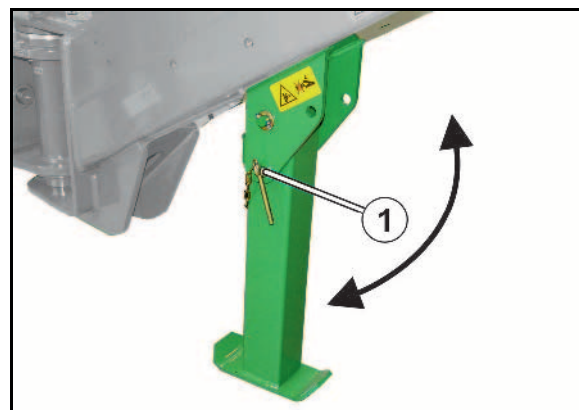

Рис. 53
- устройство переключения техколей закрывает в распределительной головке посредством заслонки (Рис. 53/1) подвод посевного материала к семяпроводам (Рис. 53/2) сошников техколей;
Подача посевного материала к сошникам техколей прерывается, как только электромотор (Рис. 53/3) закрывает соответствующие семяпроводы (Рис. 53/2) в распределительной головке.
Датчик (Рис. 53/4) проверяет, надлежащим ли образом работают заслонки (Рис. 53/1), открывающие и закрывающие семяпроводы (Рис. 53/2).